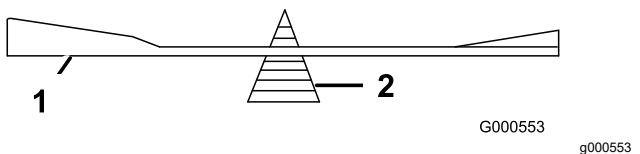

**Figure 79**
1. Au moyen d'une lime, aiguissez les tranchants aux deux extrémités de la lame (Figure 79).
**Remarque:** Si la lame est déséquilibrée, limez un peu l'extrémité de l'ailette seulement (Figure 79).